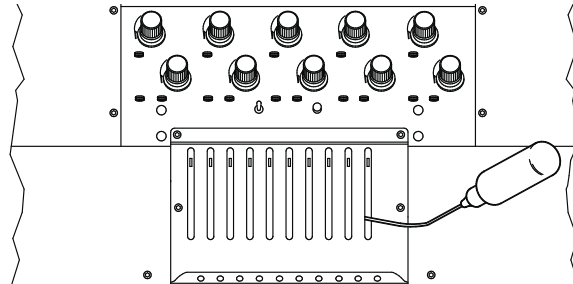

Abbildung 5-2
1. Um den oberen Bereich zu ölen, führen Sie das Ölröhrchen durch den Schlitz und geben ein oder zwei Tropfen Öl auf jede Nadelstange an die Stelle, wie in Abb. 5-2 gezeigt. Dies an allen zwölf Stickköpfen wiederholen.